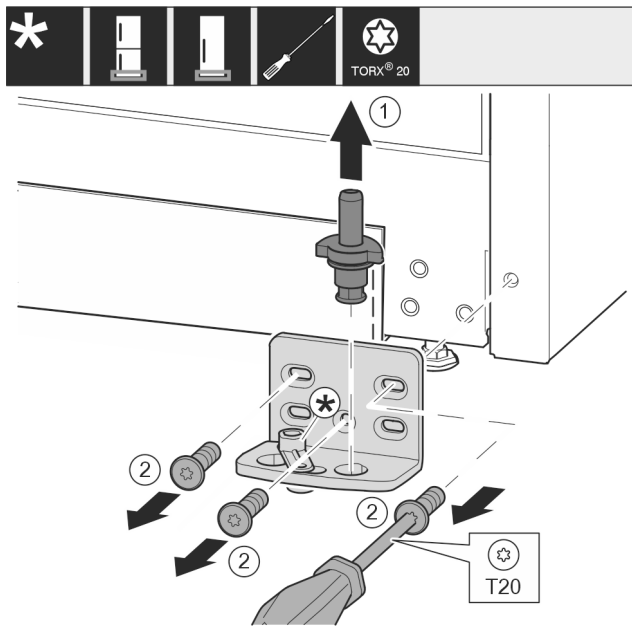

Fig. 13
- ▶ Nxirrni jashtë komplet bazamentin mbështetës nga lart. Fig. 13 (1)
- ▶ Nxirrni jashtë vidat me një kaçavidë T20 dhe hiqni bazamentin mbështetës. Fig. 13 (2)